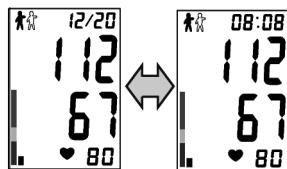

Fig. 12
4. Un segnale acustico prolungato indicherà l’avvenuta misurazione. Il bracciale si sgonfierà rapidamente e sul display appariranno i valori di misurazione della pressione e delle pulsazioni. Verrà inoltre visualizzato in un altro schermo il tempo di misurazione. Contemporaneamente, l'icona  lampeggerà per ricordare all’utente di registrare il valore misurato (Fig. 12);